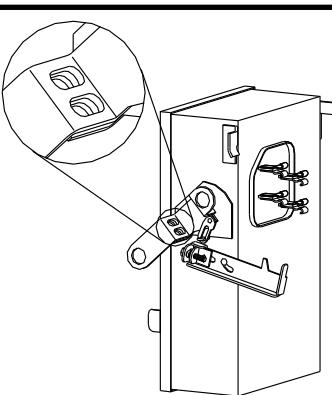

Figure 9 : Fente de la poignée et
2. S'assurer que les cadenas glissent dans la fente de la poignée et l'ouverture de la plaque de verrouillage (maximum de 3 cadenas avec des tiges de 9 mm (3/8 de po) de diamètre). Voir la figure 9.